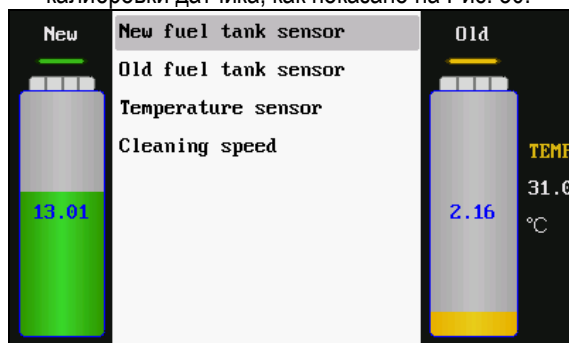

Рис. 30
- 1) Выбрать параметр для калибровки датчика, нажать кнопку ENTER, чтобы войти в меню калибровки датчика, как показано на Рис. 30.